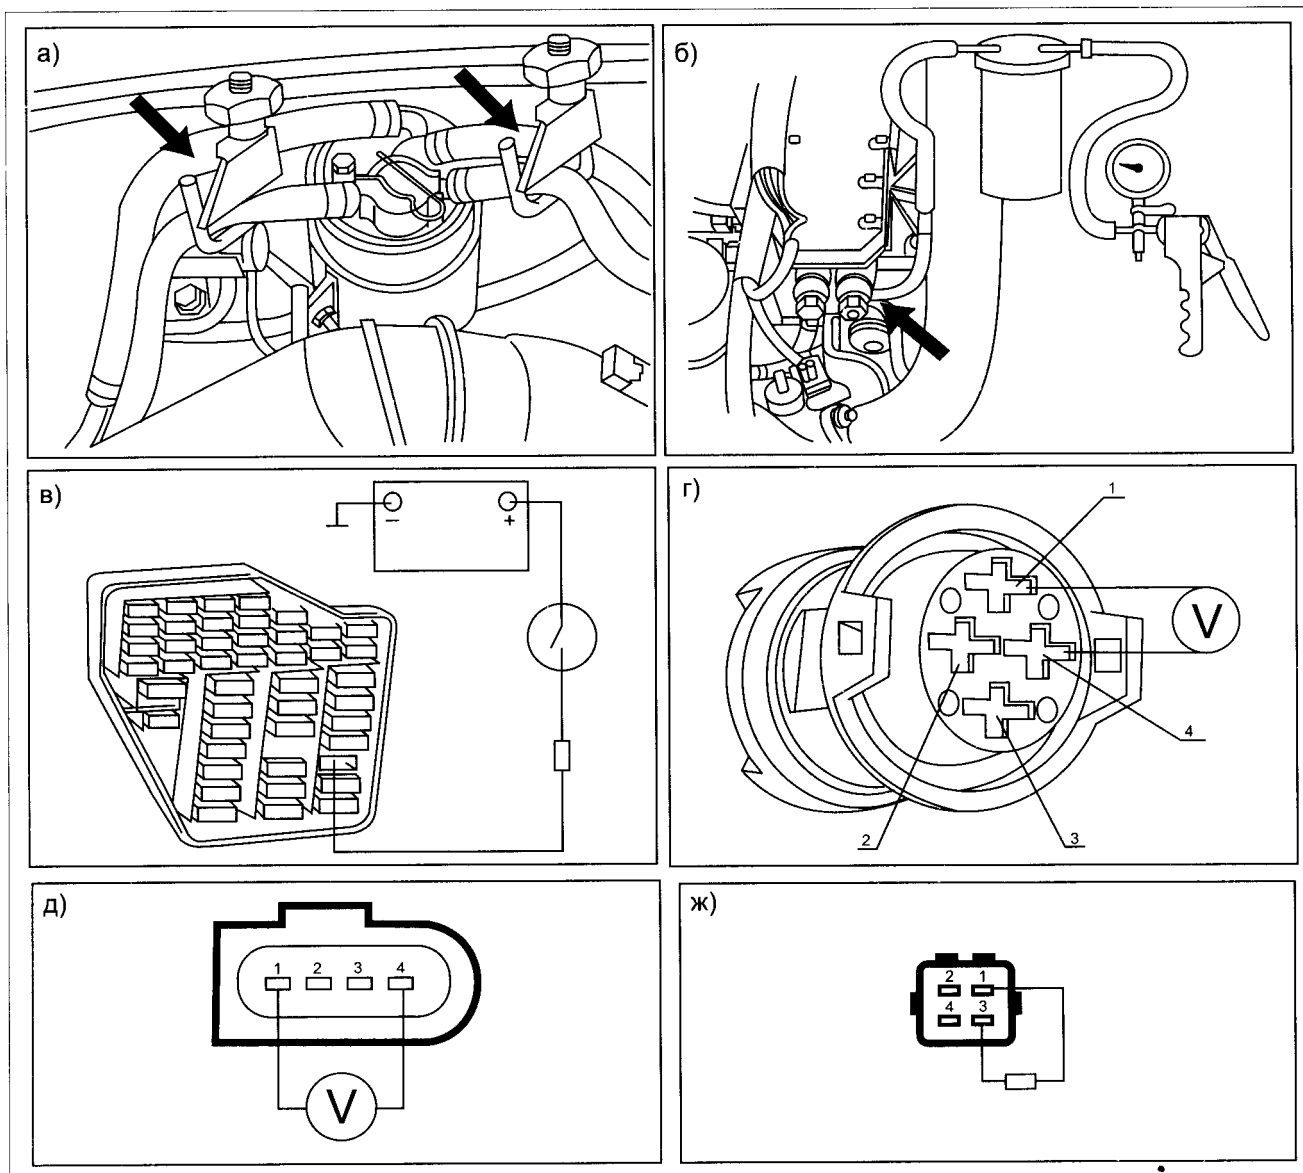

Рис. 9. Проверка компонентов топливной системы
- зажать оба топливопровода обратного слива топлива, приходящие на фильтр с обеих головок (см. рис. 9а);
- отсоединить топливопровод обратного слива топлива от ТНВД и подключить на его место ручной насос (см. рис. 9б);
- собрать диагностическую схему (см. рис. 9в, предохранитель F28 извлечен из колодки, питание подается на его шину) и проверить наличие напряжения
+12 В на контактах 1-4 разъема насоса FTP (см. рис. 9г для кузова А4 и рис. 9д — для А6). Если питания нет, проверить соединения, а если есть — заменить насос FTP.